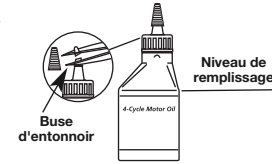

Fig. 6
Votre appareil est livré avec une bouteille d'huile SAE 30 SF, SG, SH de 60 ml (2,2 oz) (Fig. 6).
- Dévissez le bouchon de la bouteille d'huile et retirez le papier couvrant l'ouverture. Remplacez le bouchon. Coupez la pointe de la buse de l'entonnoir (Fig. 6).